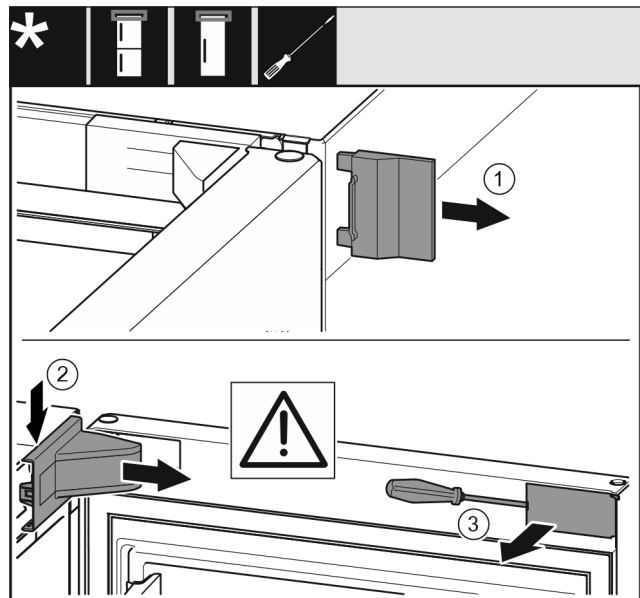

Fig. 8
- ▶ Fjern det ytre dekselet. Fig. 8 (1)
- ▶ Frigjør og løsne lagerbukkdekselet. Ta av lagerbukkdekselet. Fig. 8 (2)
- ▶ Klikk ut panelet og sving det til side med en skrutrekker. Fig. 8 (3)